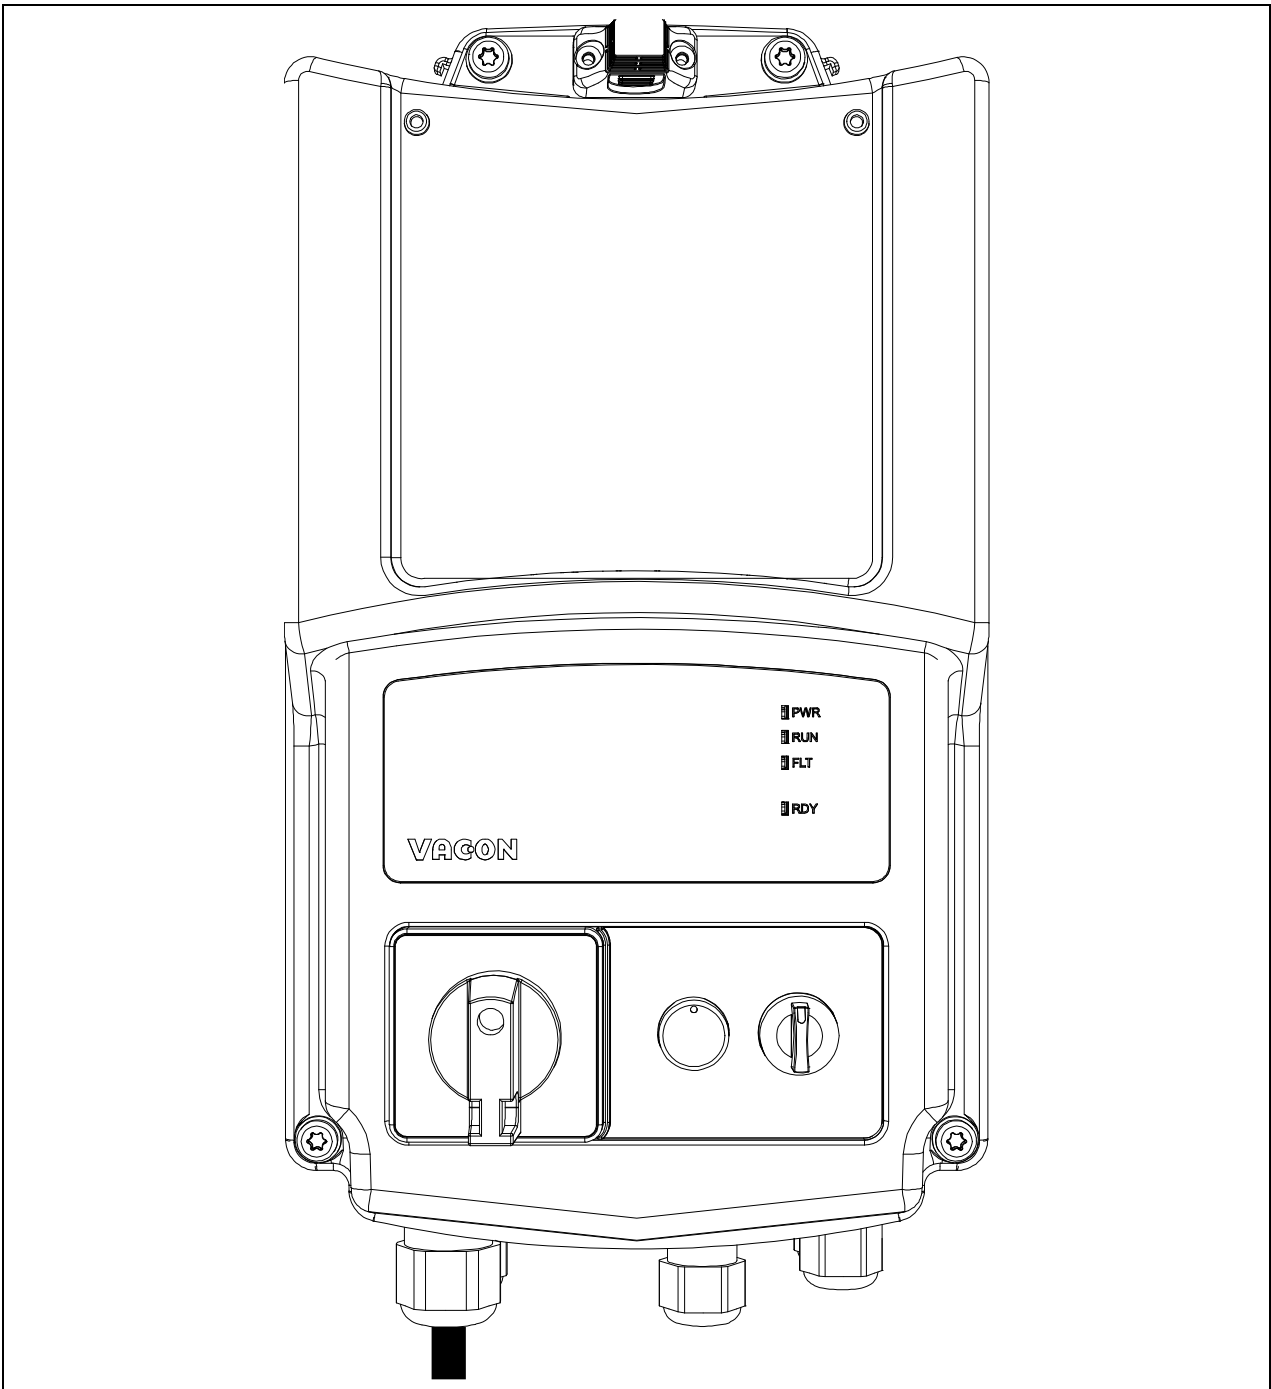

Abbildung 69. Den Kunststoffdeckel montieren.
- Montieren Sie den Kunststoffdeckel mit seinen Schrauben und der HMI-Kappe auf den Frequenzumrichter: Die Installation ist abgeschlossen. Siehe Abbildung 69.